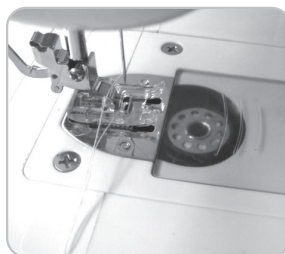

Fig 9
- 5.- Ligeramente tire del hilo de la aguja y levante la hebra de la canilla que aparecerá por la placa deslizante. Lleve las dos hebras a la parte posterior de la máquina dejando sobre unos 15 cms. de hilo (Fig.9)
- 5.- Lightly pull up the needle thread and pick up the bobbin thread which will appear through the needle plate slot. Then pull both threads to the back of the machine leaving a 15 cm thread tail. (Fig. 9)
- 5.- Puxe, levemente, a linha da agulha e levante a linha da canela que aparecerá através da chapa da agulha. Puxe as duas linhas para a parte traseira da máquina deixando livres uns 15 cm de linha (Fig. 9)